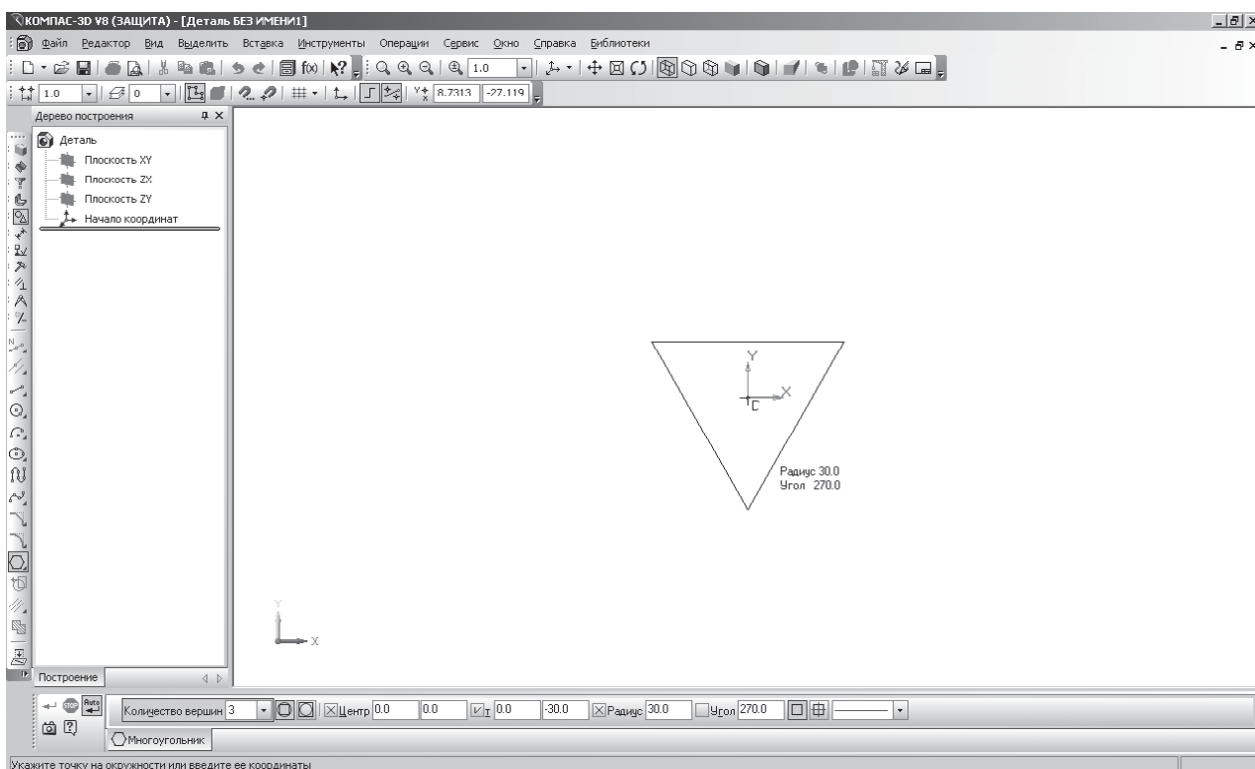

Рисунок 2.6 – Створення ескізу основи
- ортогональне креслення. Розташуйте трикутник, як показано на рис. 2.6;